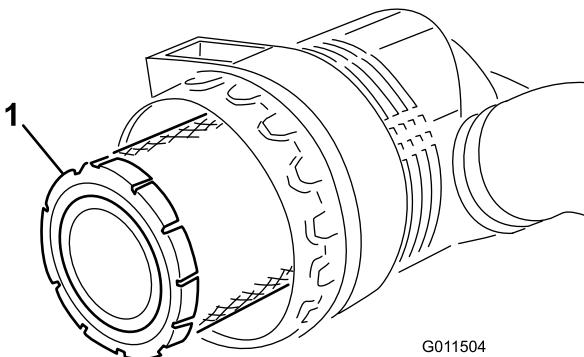
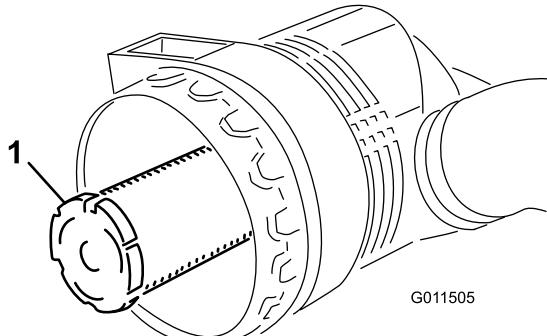

Figura 47
Figura 48
- Retire o filtro primário (Figura 47). Não se recomenda a limpeza do elemento usado devido a possibilidade de danos no meio do filtro. Inspecione o filtro novo para ver se sofreu danos durante o transporte, verificando a extremidade vedante do filtro e o corpo. Não utilize um elemento danificado. **Não retire o filtro de segurança (Figura 48).**
Importante: Nunca tente limpar o filtro de segurança (Figura 48). Substitua o filtro de segurança após três operações de manutenção do filtro primário.
- Substitua o filtro primário (Figura 47).